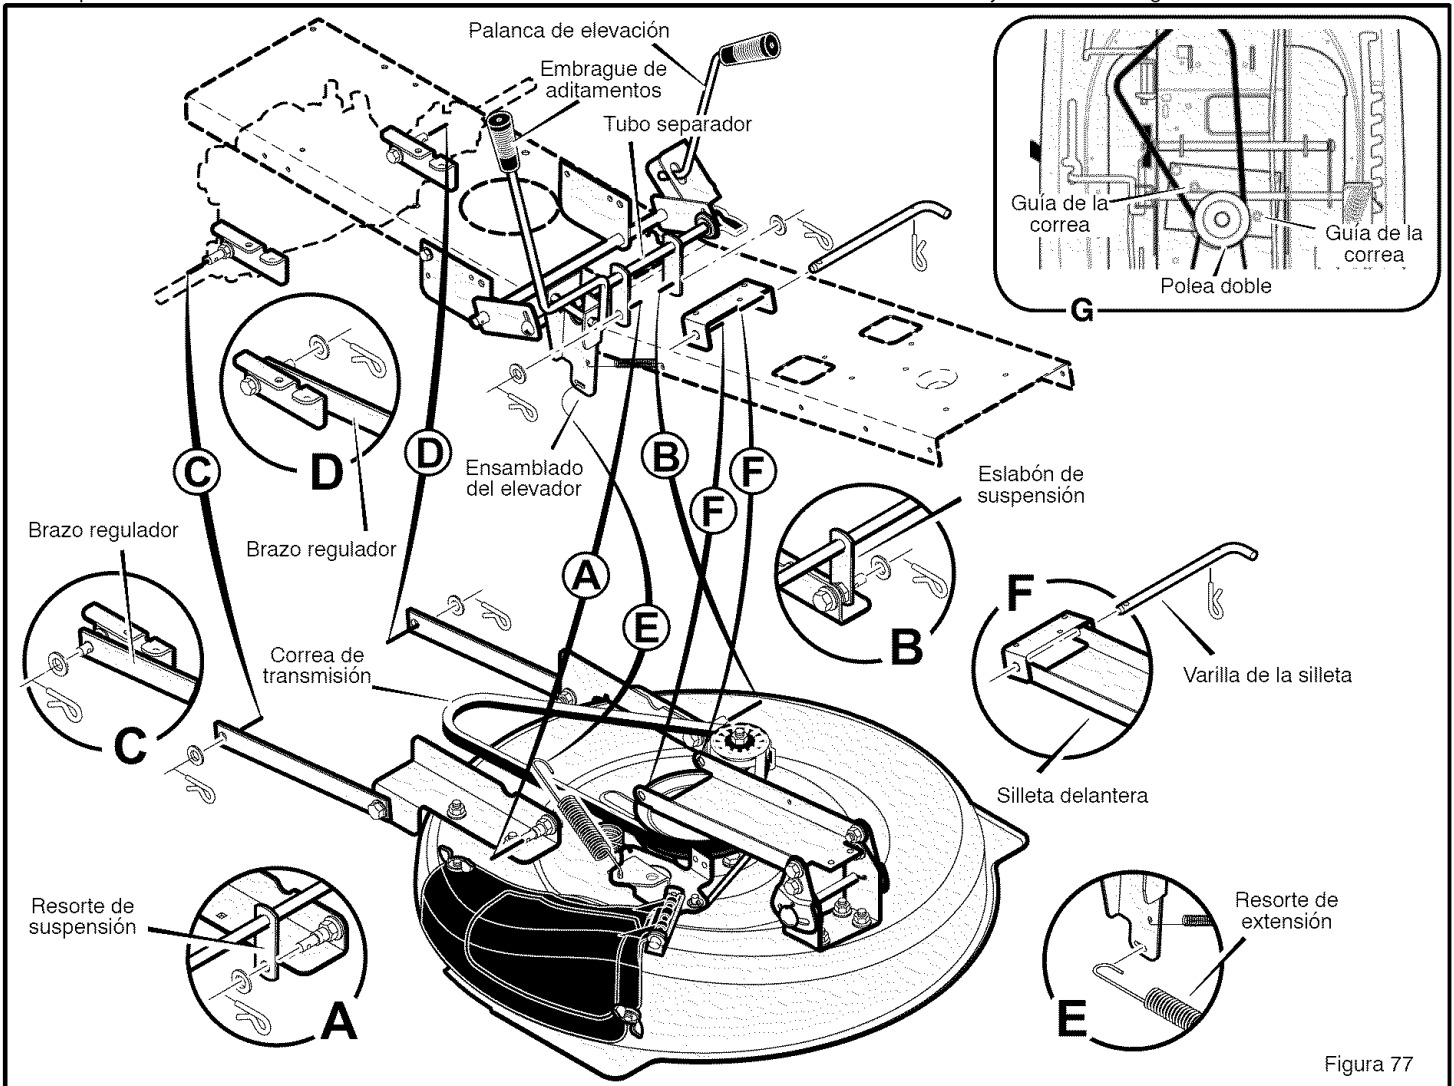

Figura 77
3. Quite los pasadores abiertos y las arandelas de las **mordazas traseras** (Figura 77). Vea las ilustraciones C y D.